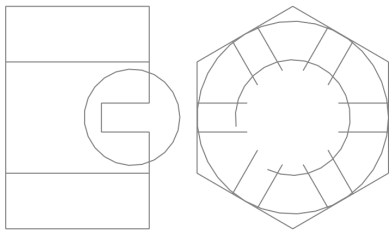

图 3-65 打开素材模型
(1) 单击常用工具栏中的【打开】按钮, 打开一幅素材模型, 如图 3-65 所示。